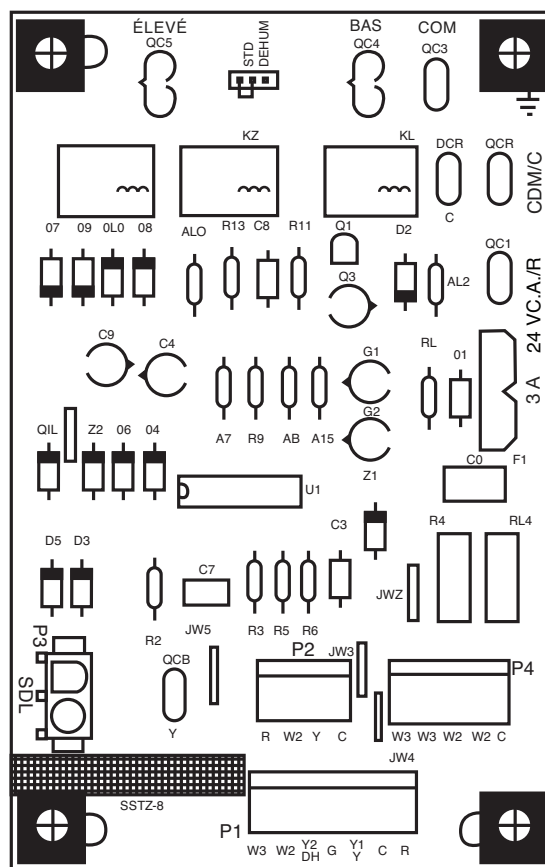

Fig. 19 – Carte interface du ventilateur (IFB)
La vitesse de mode de refroidissement correspond au marquage LOW (basse) sur la carte interface (IFB) (consultez Fig. 19). Les réglages d'usine sont indiqués dans le Tableau 4. Il y a jusqu'à 4 prises de vitesse supplémentaires disponibles en mode de chauffage électrique ou de refroidissement (consultez le Tableau 3 pour les codes de couleurs des fils du moteur de ventilateur intérieur). Les 4 fils de vitesse supplémentaires ne sont pas raccordés et sont isolés par des capuchons de vinyle. Ils sont situés dans le boîtier de commande près de la carte interface du ventilateur (IFB) (consultez la Fig. 19).
2. Débranchez le fil de vitesse existant de la borne LOW (basse) sur la carte interface (IFB) (consultez la Fig. 19) et placez le capuchon de vinyle sur le connecteur du fil.
1. Déplacez le cavalier à deux broches DEHUM (déshumidification) de la position STD (standard) à la position DEHUM (consultez la Fig. 19).
2. Débranchez le fil de vitesse du ventilateur de la borne LOW (basse) sur la carte interface du ventilateur (IFB) (consultez la Fig. 19).
1. Déplacez le cavalier à deux broches DEHUM situé sur la carte de commande (consultez Fig. 19) de la position STD (standard) à la position DEHUM (déshumidification).
Lorsque la fonction DEHUM (déshumidification) n'est pas utilisée, la vitesse continue du ventilateur est la même que celle du ventilateur de refroidissement. Lorsque la fonction DEHUM (déshumidification) est utilisée, la vitesse continue du ventilateur fonctionne à LOW (basse) sur la carte interface lorsque le fil de commande DH n'est pas alimenté, ou fonctionne à HIGH (haute) sur la carte interface lorsque le fil de commande DH est alimenté (consultez la Fig. 19).